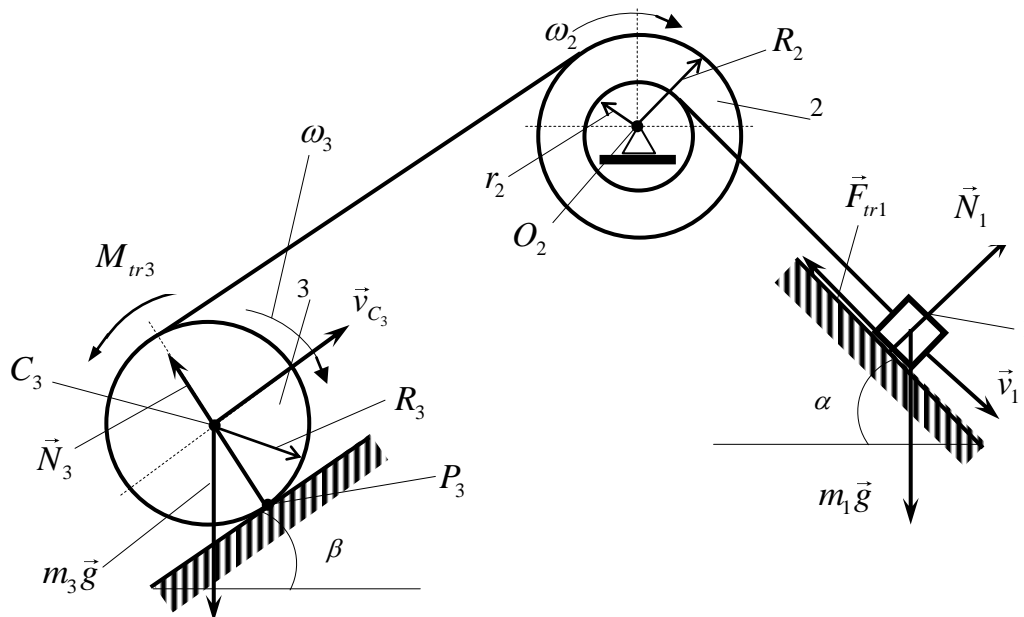

Рис. 24
Механическая система состоит из трех тел, которые связаны между собой нерастяжимыми невесомыми нитями (рис. 24).
3) Определим сумму полных работ внешних сил. Прежде всего исключим из рассмотрения те внешние силы, которые не совершают работу на перемещениях системы. К ним относится сила тяжести тела 2 и реакций опоры O_2 . Эти силы приложены к неподвижной точке. Не будут совершать работу нормальные реакции наклонных плоскостей (для тела 1 нормальная реакция перпендикулярна перемещению тела, а для тела 3 приложена в мгновенном центре скоростей тела точке P_3). Также не будет совершать работу и сила трения скольжения тела 3, поскольку точка ее приложения является мгновенным центром скоростей тела 3. Однако, силы нормальных давлений наклонных плоскостей укажем (см. рис. 24). К силам и моментам сил, совершающих работу относятся: сила тяжести тела 1 - $m_1 \vec{g}$ и сила его трения скольжения - \vec{F}_{tr1} , а также сила тяжести тела 3 - $m_3 \vec{g}$ и момент сил его трения качения - M_{tr3} . Запишем выражение для суммы работ внешних сил.